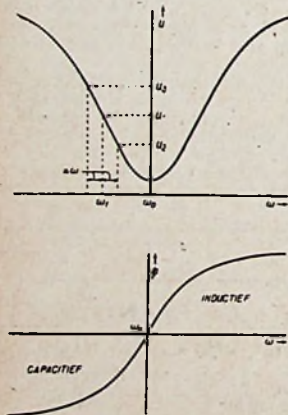

Fig. 2. Verband tusschen spanning, resp. fasehoek en frequentie voor een seriekring.
frequentie door een seriekring, dan wordt de spanning op dien kring weergegeven door de zgn. resonantiekromme, die in fig. 2 is weergegeven. De hoek tusschen stroom en spanning staat er tevens bij vermeld.
b) Wil men de frequentievariatiën natuurgetrouw omzetten in amplitudevariatiën, dan moet de kromme uit fig. 2 rondom het punt  $\omega_1$  een rechte lijn zijn. Daaraan voldoet de resonantiekromme niet. Men kan echter wel een aardige benadering verkrijgen, door het werkpunt in het buigpunt van de kromme te leggen. (Het buigpunt ligt daar, waar de kromme van bol overgaat in hol.) Dan verkrijgt men in eerste benadering